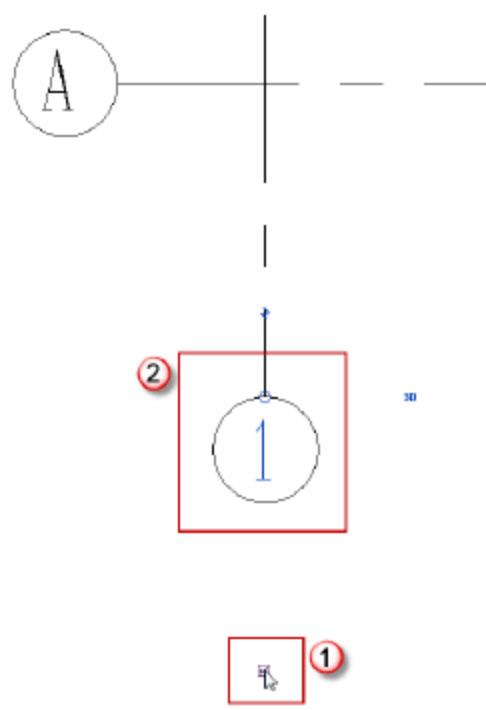

图 1.3.11 轴号双头显示
(9) 轴号双头显示。在轴线的下侧，单击轴号显示框，显示出此处的轴号，如图 1.3.11 所示。